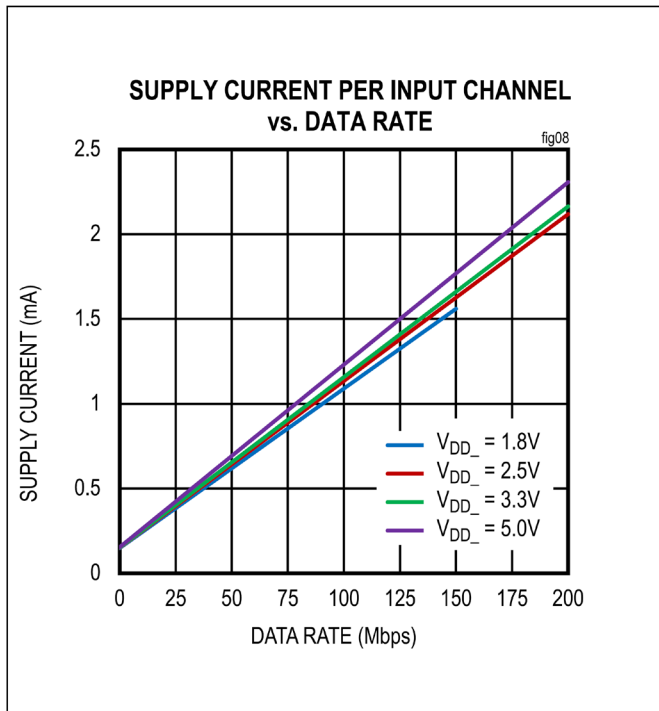
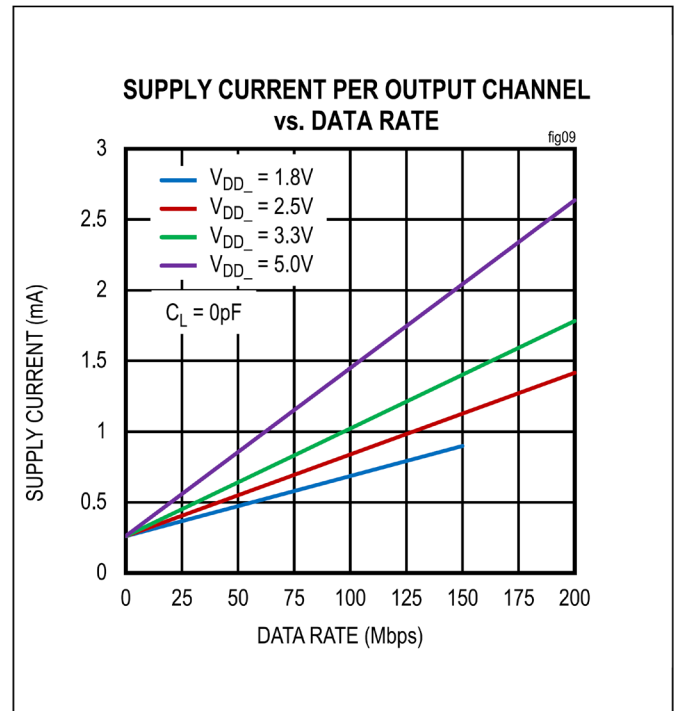

図 8. 入力チャンネルの電源電流（推定）
図 9. 出力チャンネルの電源電流（推定）
所定の電源 (V_{DDA} または V_{DDB}) に要求される電流は、各チャンネルに必要な電流の和で概算できます。チャンネルに必要な電源電流は、チャンネルが入力か出力か、チャンネルのデータ・レート、出力の場合は容量性負荷か抵抗性負荷か、によって決まります。任意のデータ・レートにおける入力と出力の代表的な電流値は、図 8 および 図 9 のグラフから概算できます。図 8 および 図 9 のデータは、代表的な動作条件で測定した電源電流値から推定されたものであることに注意してください。
1 つのチャンネルにおける合計電流は、無負荷時の電流（電圧とデータ・レートの関数、図 8 と 図 9 を参照）と、負荷電流（負荷の種類に依存）の和です。容量性負荷の電流は、負荷の容量、スイッチング周波数、および電源電圧の関数になります。
- チャンネル 1 は 2.5V 、 100Mbps で動作する出力チャンネルで、図 9 から、消費電流は概算で 0.84mA です。
- チャンネル 2 は 2.5V 、 20Mbps で動作する入力チャンネルで、図 8 から、消費電流は概算で 0.35mA です。
- チャンネル1は3.3V、100Mbpsで動作する入力チャンネルで、図8から、消費電流は概算で1.16mAです。
- チャンネル2は3.3V、20Mbpsで動作する出力チャンネルで、図9から、消費電流は概算で0.41mAです。